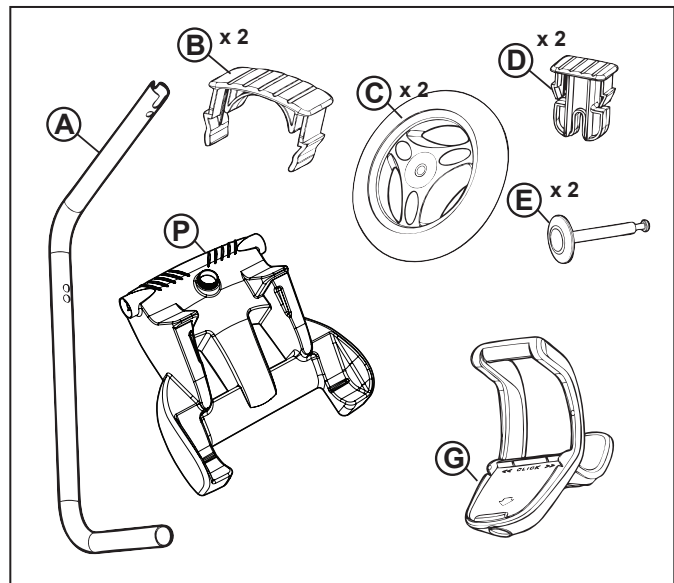

Figura 1. Componentes de armado del carrito de transporte
- Transporte y almacenamiento de los componentes de armado del carrito (figura 1)